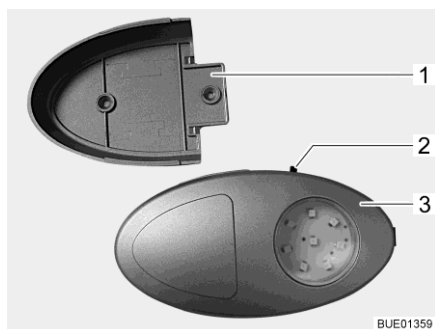

Fig. 80 Luce armadio guardaroba/torcia elettrica
- ▷ È possibile estrarre la luce armadio guardaroba dal supporto a vite (Fig. 80,1) e utilizzarla come torcia elettrica.
L'interruttore di accensione/spengimento (Fig. 80,2) è montato direttamente sulla luce armadio guardaroba (Fig. 80,3).